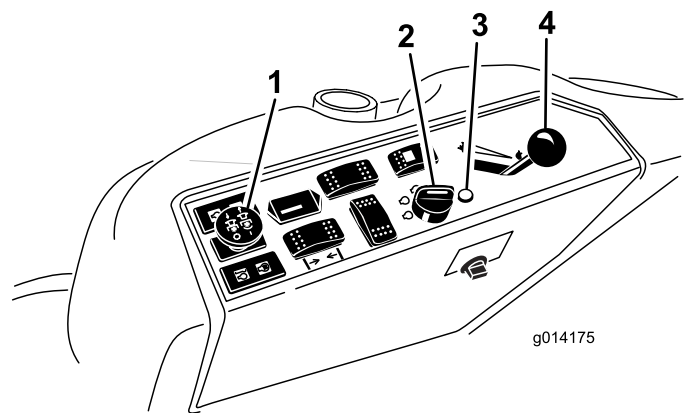

Bild 11
4. Stellen Sie den Zapfwellen-Schalter in die Aus-Stellung (Bild 11).
5. Bewegen Sie den Gasbedienungshebel in die Mittelstellung zwischen Langsam und Schnell (Bild 11).